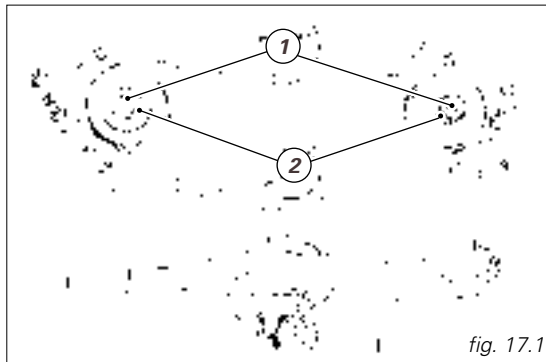

fig. 17.1
- 1) (fig. 17.1) per modificare il freno idraulico in estensione;
- 2) (fig. 17.1) per modificare il precarico delle molle interne;